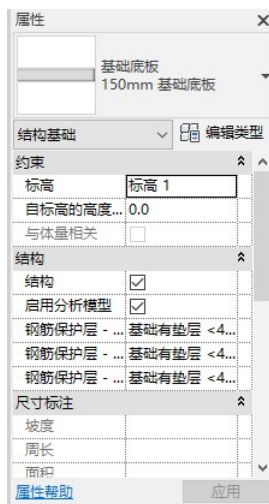

图 10-30 “属性”选项板
- (2) 在“属性”选项板中选择“基础底板 150mm 基础底板”类型, 如图 10-30 所示。